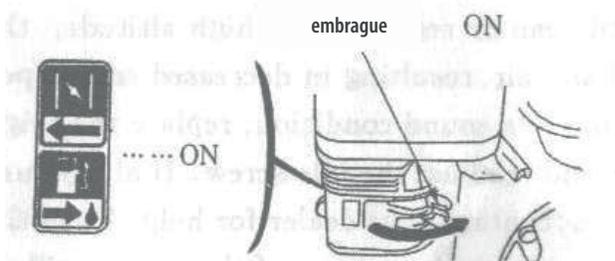

Fig. 15
1. Arrancar y calentar el motor, abrir gradualmente la válvula del aire. (Fig. 15)